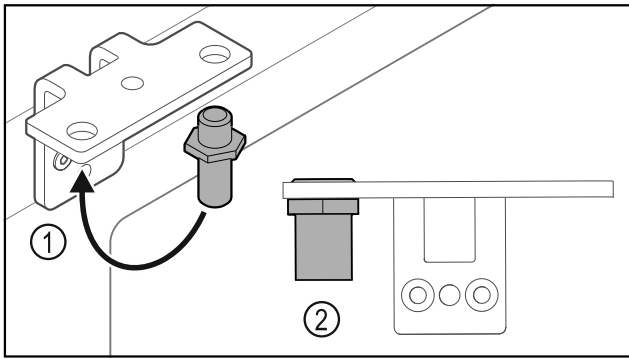

Fig. 26
- ▶ Μεταφέρετε τον πείρο Fig. 26 (1) στη γωνία μεντεσέ.
- ▶ Σφίξτε τον πείρο Fig. 26 (2) με **ροπή 12 Nm**.